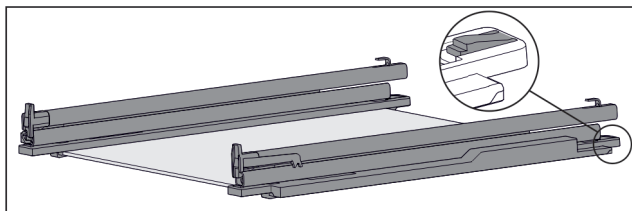

Fig. 133 Стекла́нная пластина с направляющими и крепежными элементами
- ▶ Крепежный элемент сзади прижмите вниз (см. Fig. 133) и одновременно отодвиньте направляющую назад.